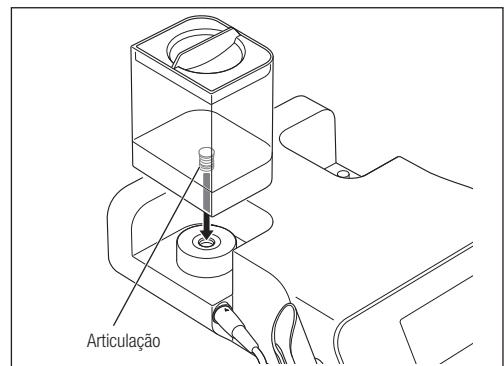

Fig. 13
- 3) Feche a tampa da garrafa de irrigação e introduza a junta da garrafa a direito no conector da base da garrafa de irrigação (Fig. 13). Puxe a garrafa de irrigação para cima para a remover.